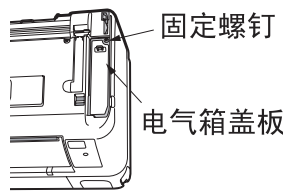

图29
(2) 打开面板，取下电气箱盖板。（如图29）
(3) 电线连接顺序
- 连接电缆连接结束后，必须按图29所示装上电气箱盖板，用螺钉固定。
- 然后用手将面框右下角风室下盖板 ①、② 处的勾子沿箭头相反方向推紧，装上风室下盖板。